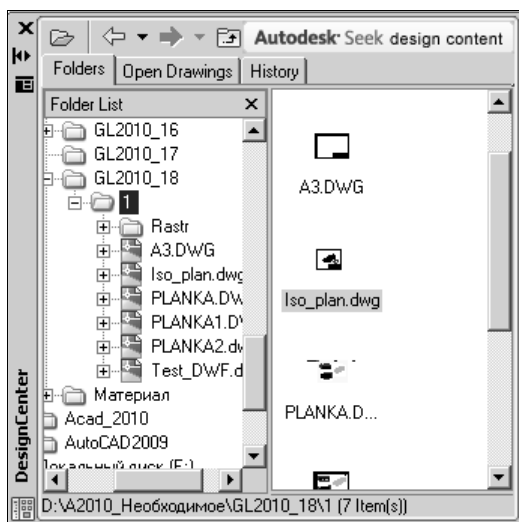

Рис. 18.5. Центр управления AutoCAD с папкой, содержащей внешнюю ссылку
2. В зоне структуры (левая панель диалогового окна) найдите папку с вставляемым файлом и щелкните на ней мышью. В зоне палитры (правая панель диалогового окна) появится список файлов, записанных в этой папке (рис. 18.5).